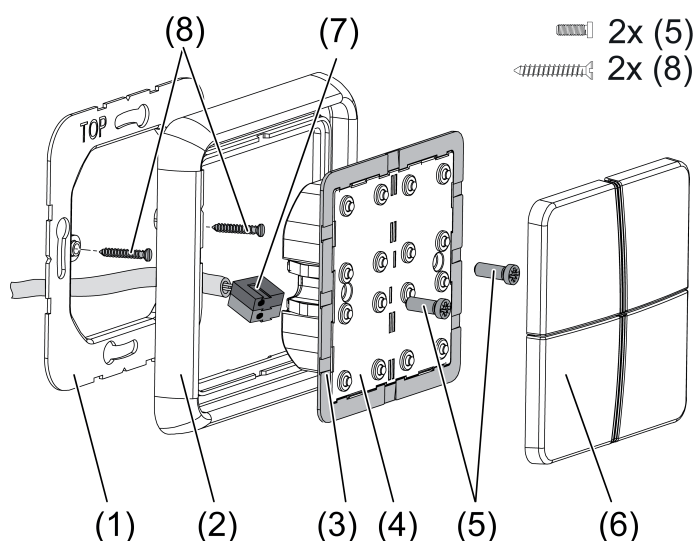

Bild 1: Montage Tastsensor-Modul
- Adapterrahmen (3) lagerichtig von vorn auf das Tastsensor-Modul (4) aufrasten (Bild 1). Kennzeichnung **TOP** = oben beachten.
- Tragring (1) bzw. (14) lagerichtig auf eine Gerätedose montieren. Kennzeichnung **TOP** = oben beachten; Kennzeichnung **A** oder **B** vorne. Ausschließlich beiliegende Dosenschrauben (8) verwenden.
- Rahmen (2) auf Tragring stecken.
- Tastsensor-Erweiterungsmodul (15) vorzugsweise unterhalb montieren. Anschlussleitung (16) zwischen Tragring und Zwischensteg führen.
- Tastsensor-Erweiterungsmodul: Anschlussleitung (16) lagerichtig in Steckplatz (17) im Tastsensor-Modul einsetzen. Anschlussleitung nicht quetschen (Bild 1).
- Tastsensor-Modul (4) mit KNX-Anschlussklemme (7) an den KNX anschließen und auf den Tragring stecken.
- Tastsensor-Modul(e) mit beiliegenden Kunststoffschrauben (5) am Tragring befestigen. Die Kunststoffschrauben nur leicht anziehen.
- Vor Montage der Tasten (6) die physikalische Adresse in das Gerät laden (siehe Kapitel 4.2. Inbetriebnahme).